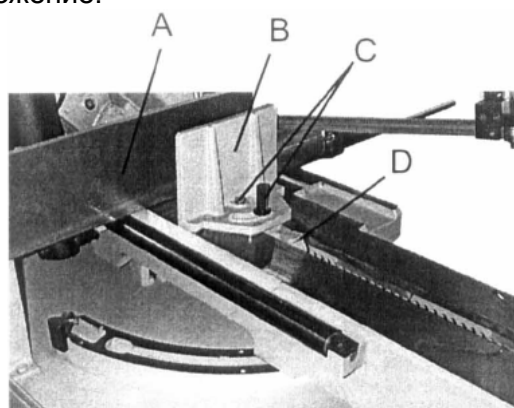

Рис.28
1. Ослабьте болты (С, Рис. 28).
3. Переместите губку тисков (В, Рис. 28) к неподвижной губке (А, Рис. 28), губки должны быть параллельны друг другу.
4. Когда губки будут выставлены параллельно (С, Рис. 28), затяните болты.
1. Подтяните зубчатую рейку (D, Рис. 28).